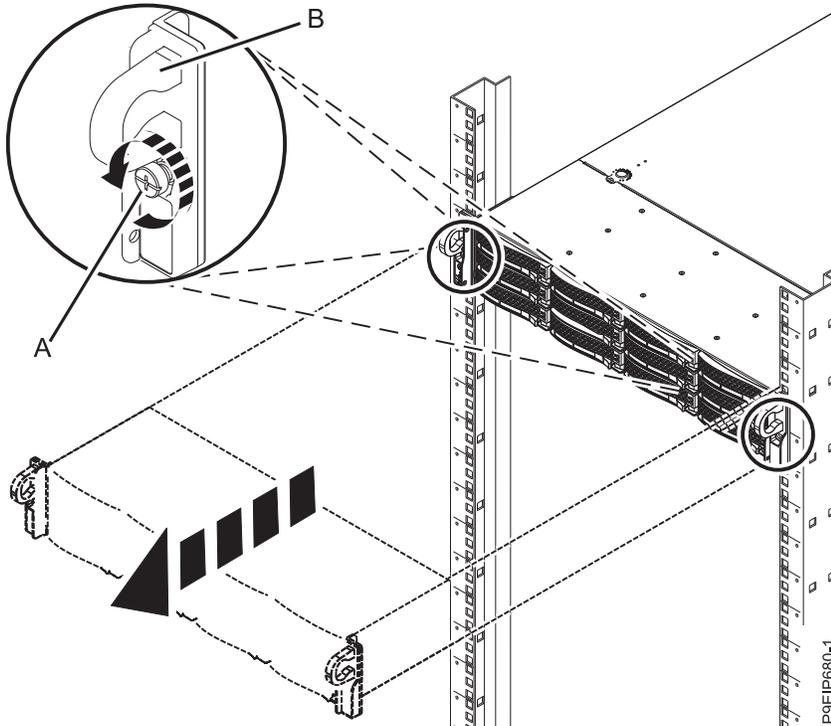

Figura 108. Cómo quitar los tornillos frontales y extracción del sistema del bastidor
1. Afloje los tornillos frontales (A) que fijan el sistema al bastidor desde ambos lados del sistema, tal como muestra la Figura 108 en la página 112.